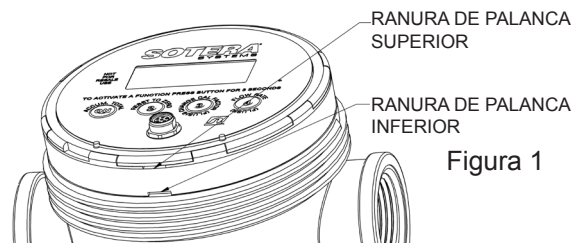

Figura 1
2. Inserte un destornillador de paleta con cabeza fresada en la ranura superior y ejerza un poco presión en el módulo electrónico (consulte la Figura 1).